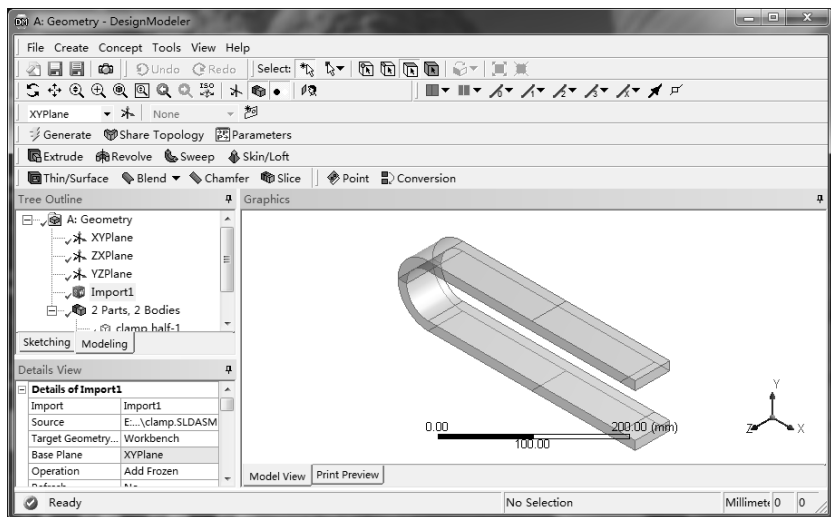

图 8-20 生成几何体后的 DesignModeler 界面
4) 进入 DM 后，设计树中【Import1】节点前面显示 , 表示需要生成，图形窗口没有图形显示，单击  按钮，生成几何体，即可在窗口右侧显示出几何图形，如图 8-20 所示。